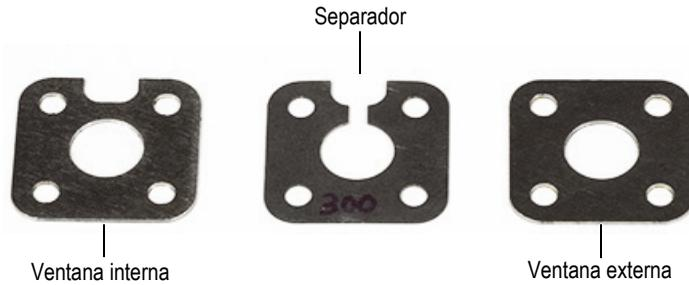

Figura 3-11 Componentes de la ventana de la celda
1. Primero, ponga la ventana interna boca abajo (ver Figura 3-11 en la página 57).